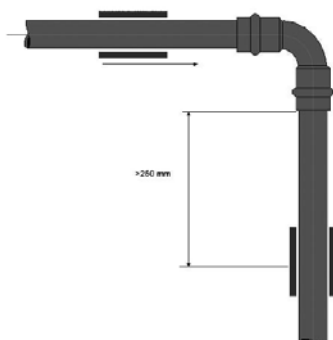

Abbildung 7.5
2. Es ist auch darauf zu achten, dass die Gleitschellen nicht derart angeordnet werden, dass sie sich wie Festpunkte verhalten. (Abb. 7.5)